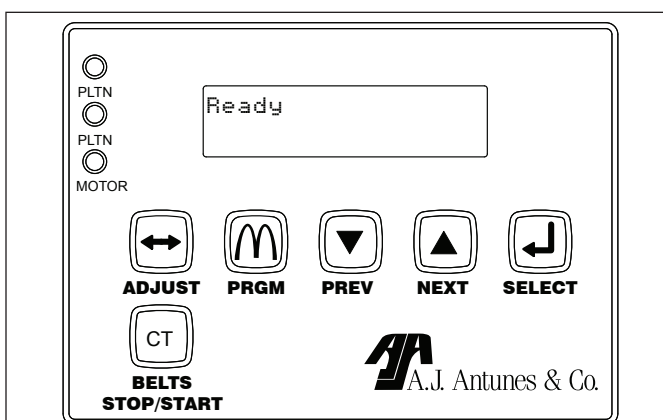

Figure 4. Affichage Prêt du grille-pain club
3. Lorsque l'appareil atteint la température de fonctionnement, l'afficheur indique *Prêt* (figure 4).